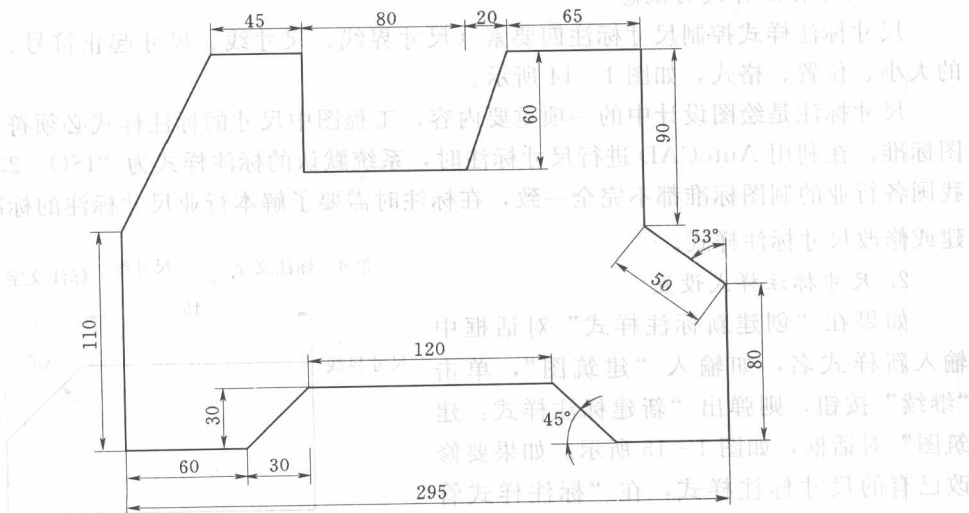
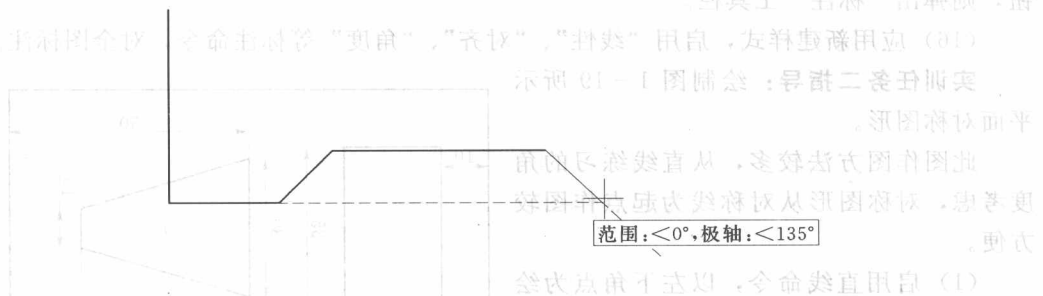

图 1-16 平面图形
图 1-17 对象追踪和极轴追踪
实训任务一指导：绘制图 1-16 所示平面图形。
- (2) 确认已打开状态栏中的“极轴”、“对象捕捉”、“对象追踪”按钮。
- (3) 启用“直线”命令，将图 1-16 中 110 直线的上端点作为起画点，用鼠标指引方向，用直接给距离法绘出 110、60 竖直和水平线段。
- (4) 从命令区输入“@30, 30”，按回车键，绘出倾斜线。
- (5) 用鼠标指引追踪水平方向，输入 120，按回车键。
- (6) 将极轴“增量角”设置为 45，追踪对齐左边端点，绘制 135°的倾斜直线。如图 1-17 所示。